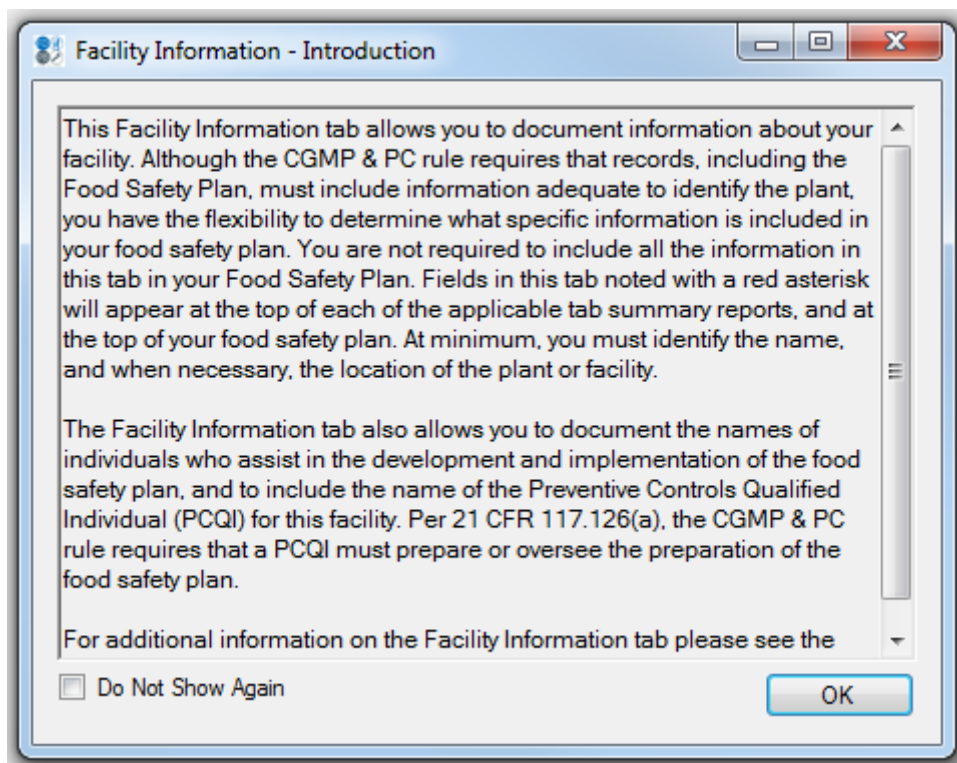

図17: タブ紹介ポップアップ
- Question preview**質問プレビュー: ソフト全般で、左側のツリービューの質問／特徴をスクロールし、特定の質問／特徴の詳細を読むことができる(図17)。